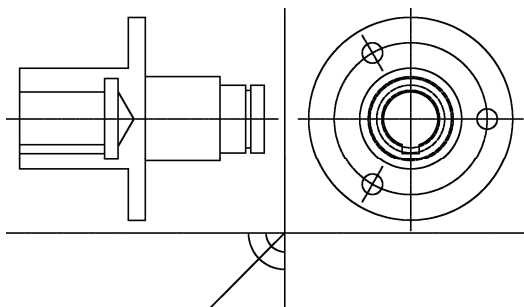

图 2-49 绘制构造线
10) 执行“投影 开/关”命令 (amprojo)，选择“开” (ON) 子命令，将投影十字光标插入到两图之间靠下的地方，再单击左下方以确定投影旋转角，如图 2-49 所示。